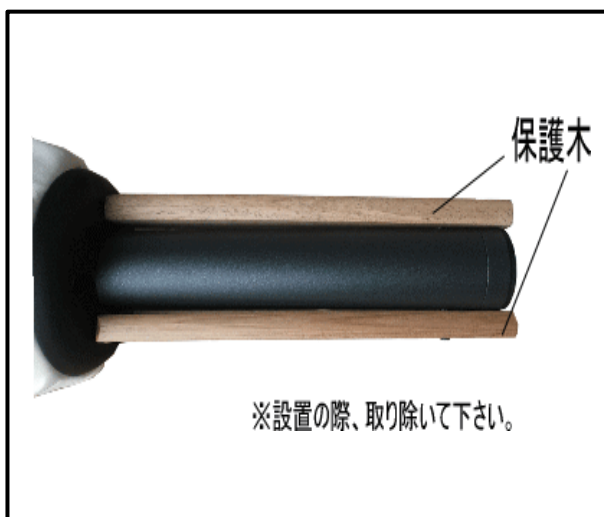

図.7
- ① パラソル本体 (A) の上部にある運送保護用の木 (2枚) を取り外して下さい。(図.7)